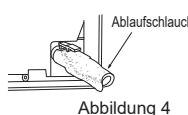

Abbildung 4
- Achten Sie bitte beim Anschließen des Ablaufschlauchs an das Hart-PVC-Rohr darauf, den Schlauch fest und sicher in das Rohr einzusetzen. (Abbildung 4)
- 5) Führen Sie den Ablaufschlauch in die Ablassmulde hinten rechts an dem Innengerät ein. (Abbildung 4)
- 6) Führen Sie den Ablaufschlauch durch die Wanddurchbruchhülse (C) und haken Sie den oberen Teil des Innengeräts an der Montagetraverse (1) ein. Bewegen Sie das Innengerät dann vollständig nach links, damit Sie die Verrohrung einfacher an der Rückseite des Geräts anbringen können.
- Kelchen (Abbildung 4, 5). Achten Sie darauf, dass das Kupferrohr die in der Tabelle angegebenen Abmessungen einhält. Wählen Sie A mm aus der Tabelle in Übereinstimmung mit dem verwendeten Werkzeug.